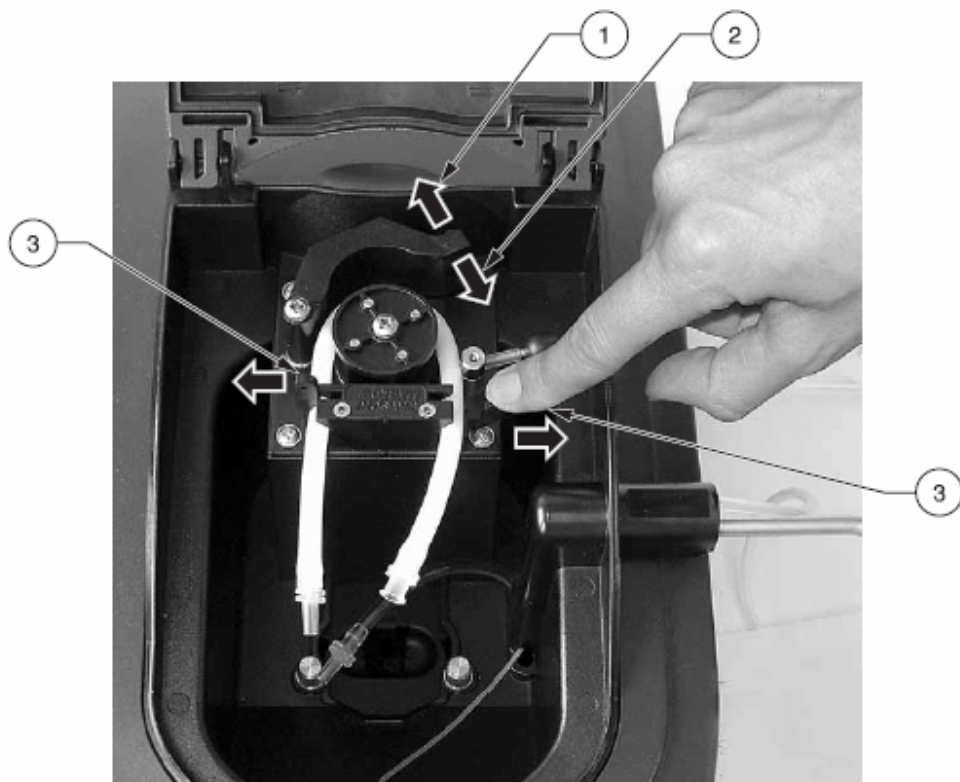

图10 蠕动泵流量调节
8. 拉蠕动泵的前端调节器（第124页图10项目1），打开泵管夹（图10项目2）。将白色泵管装在蠕动泵上，并用前端的定位器（图10项目3）夹住泵管的左右两端。